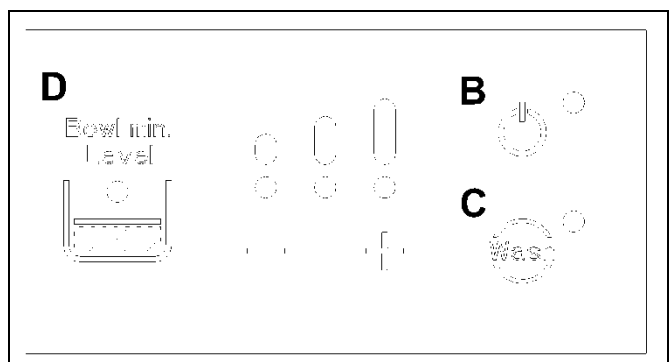

Abb. 31
- Die gewünschte Betriebsart am Bedienfeld einstellen (Abb.31)
- Um die Kälteanlage auf Kühlbetrieb einzustellen, die Einschalttaste B am Bedienfeld betätigen (Abb. 31).
- Zur Einstellung der Konsistenz des Produkts, die Tasten + oder - am Tastenfeld betätigen (Abb.31). Bei Betätigung der Taste + leuchten nach und nach mehr Leds auf und die eingestellte Konsistenz wird erhöht. Bei Betätigung der Taste - erlöschen nach und nach die Leds und die Konsistenz wird verringert (Abb. 31).
- Zur Einleitung des Spülzyklus muss die Taste WASH (Taste C in Abbildung 31) gedrückt werden, nachdem die Kälteanlage durch Betätigen der Einschalttaste B abgeschaltet und kontrolliert wurde, dass die zugehörige LED erloschen ist.